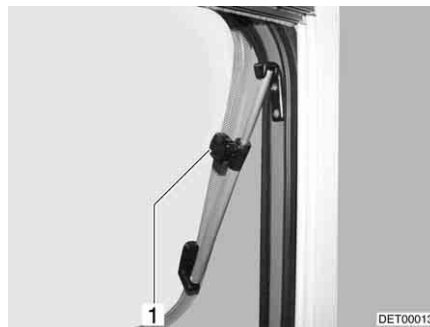

Fig. 53 Ventana abatible con soportes giratorios, abierta
- Abrir la ventana abatible hasta la posición deseada y fijarla con el botón moleteado (Fig. 53,1).
- Girar el botón moleteado (Fig. 53,1) hasta que se libere el bloqueo.